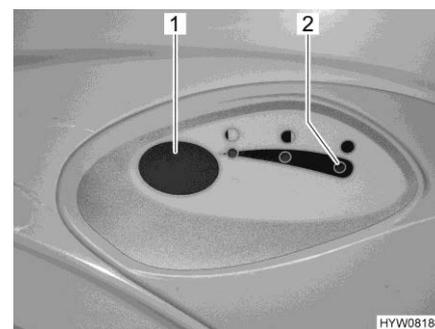

Fig. 159 Bouton pour la chasse d'eau/voyant de contrôle (toilettes Thetford)
- Pour actionner la chasse d'eau, appuyer sur le bouton bleu (Fig. 159,1).
Le voyant de contrôle (Fig. 159,2) s'allume lorsque le réservoir pour matières fécales doit être vidé.